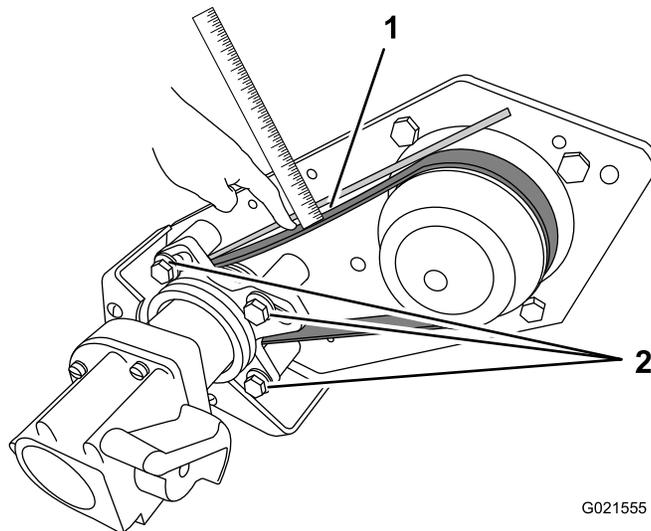

Figura 32
1. Arandela de plástico (2) 2. Tornillo (5)
5. Presione la correa con el dedo con una fuerza de 6.8 kg (15 libras) en el punto intermedio entre las poleas (Figura 32).